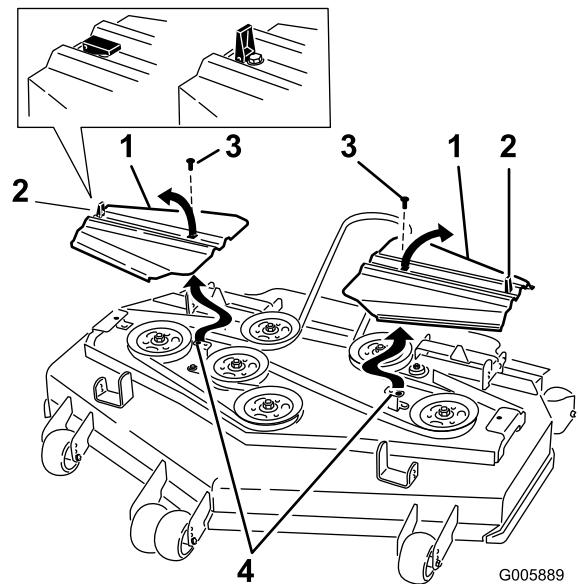

Figura 62
- Montate i copricinghia inserendo le linguette nelle fessure. Montate il coperchio e chiudete i fermi (Figura 62).